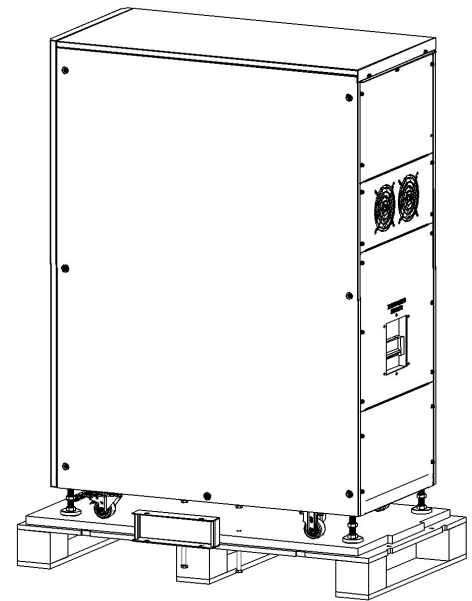

Figura 3-5
4. Afloje los tornillos y retire la lámina metálica fijada al gabinete (Figura 3-5).